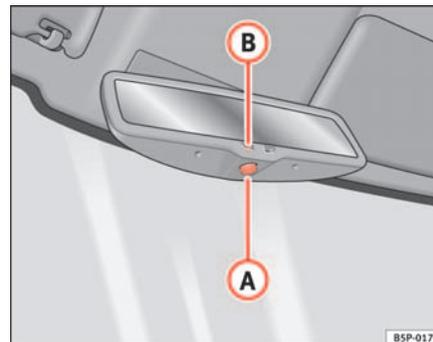

Fig. 89 Rétroviseur intérieur avec réglage automatique de position anti-éblouissement. ▶
- Appuyez sur la touche **A** ⇒ page 129, fig. 89. Le témoin **B** s'éteint.
- Appuyez sur la touche **A** ⇒ page 129, fig. 89. Le témoin s'allume.